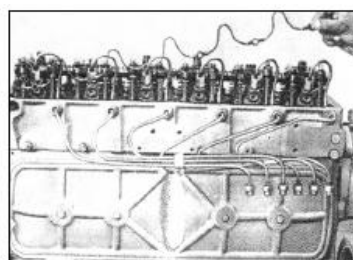
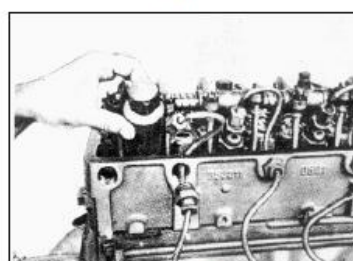

РИС. 5
РИС. 7
13) Открутите резьбовые пробки в головке блока цилиндров и болты топливопроводов (см. рис. 7), также открутите и снимите трубку обратной подачи топлива (см. рис. 5).